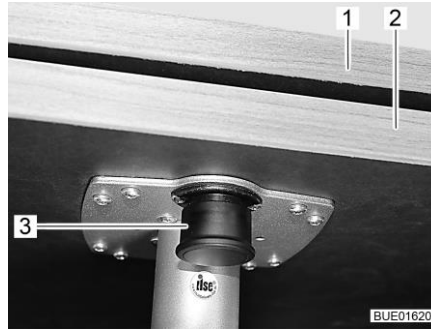

Fig. 126 Prolongación de mesa giratoria hacia fuera
- Tirar el botón (Fig. 126,3) del bloqueo hacia abajo y girar la prolongación de la mesa (Fig. 126,2) hacia fuera.
- Girar la prolongación de mesa (Fig. 126,2) debajo del tablero de la mesa (Fig. 126,1) hasta que se oiga engatillar el bloqueo.